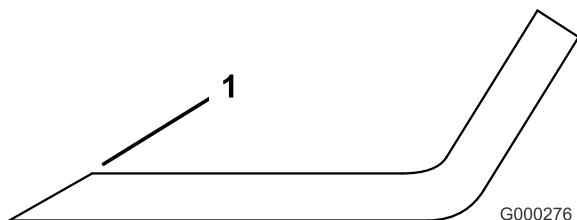

Figure 61
1. Au moyen d'une lime, aiguisez les tranchants aux deux extrémités de la lame (Figure 61) en veillant à conserver l'angle de coupe d'origine. Limez la même quantité de métal sur chacun des deux tranchants pour ne pas déséquilibrer la lame.